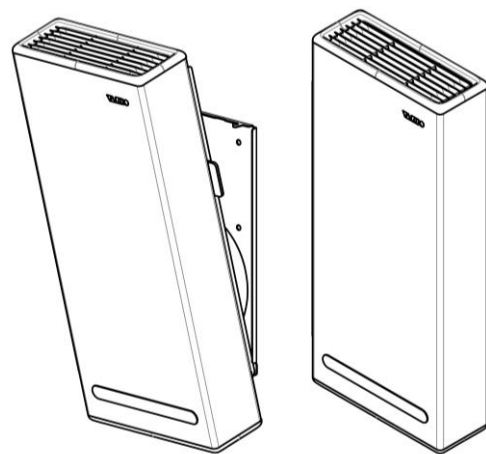

Рис. 19
1. Установите глушитель в паз монтажной пластины под углом 30° и прижмите шумоглушитель к стене до срабатывания замка. Убедитесь в надежной фиксации прибора, см. Рис. 19.